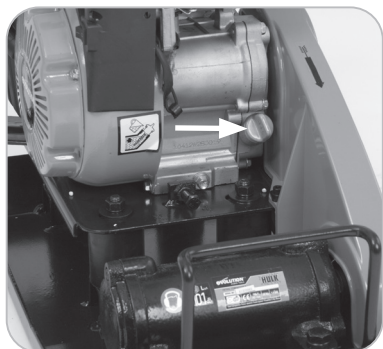

Fig. 13
- Retire el tapón de llenado de aceite. **(Fig. 13)**